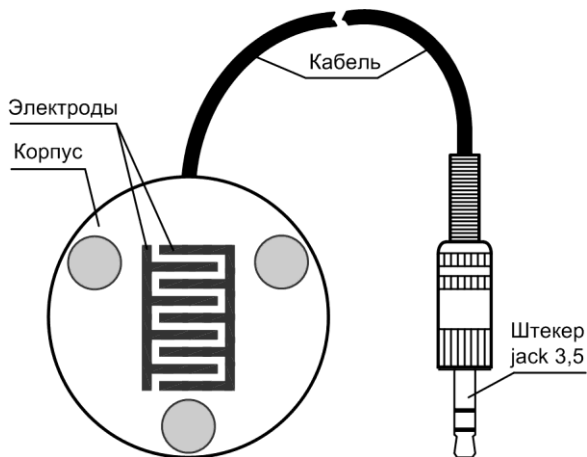

Рис.17 Датчик протечки воды извещателя Аква-Р2
- непосредственный контроль наличия/отсутствия воды осуществляется при помощи датчика протечки воды подключаемого к Аква-Р2 (см. рис.17);
Конструктивно датчик протечки воды (далее – датчик) представляет собой корпус с расположенными на нём металлическими электродами. К корпусу подключён кабель длиной 6 м со штекером jack 3,5 мм (рис.17).